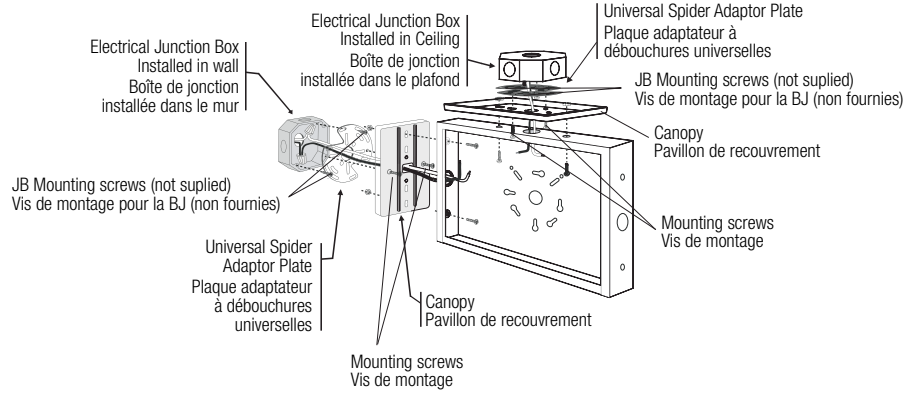

Fig. 5 Wiring diagram AC/DC
5. AC/DC MODELS: Make proper wiring connections between emergency backup DC supply and lead wires from the circuit board. (see Fig 5)
5. MODÈLES CA/CC effectuer les branchements entre les fils d'alimentation CC de sécurité et les fils de la carte de circuit. (Fig 5)
6. MODÈLE AUTO-ALIMENTÉ: brancher les connecteurs de la batterie dans les connecteurs pour la batterie sur la carte de circuit à DEL. (Fig. 5, 6).